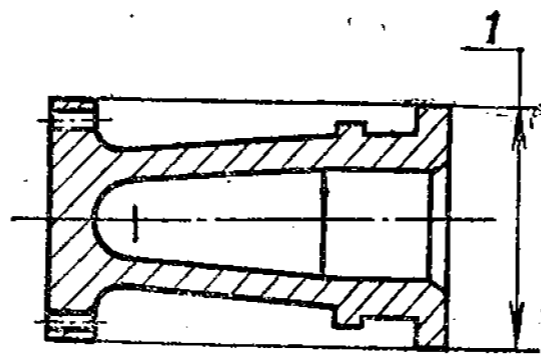

Рис. 157. Поршень главного цилиндра тормоза
2. Поршень главного цилиндра тормоза (рис. 157)